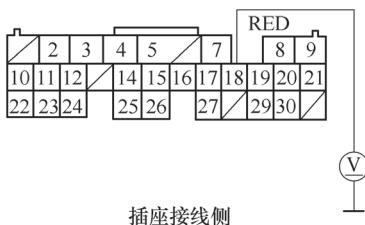
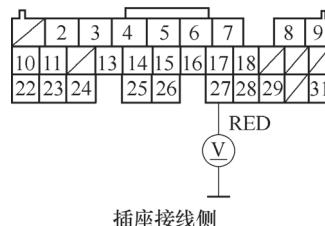

图 5-134 测量 PCM 插接器 E(31P) 的 18 号 (L4 发动机) 与车身搭铁之间的电压
图 5-135 测量 PCM 插接器 E(31P) 的 27 号 (V6 发动机) 与车身搭铁之间的电压
13) 如图 5-134 和图 5-135 所示，在 PCM 接头连接的情况下，测量 PCM 插接器 E ( 31P ) 的 18 号 ( L-4 发动机型 ) 或 27 号 ( V6 发动机型 ) 与车身搭铁之间的电压，检查是否为蓄电池电压。如果是，检查 PCM 插接器 E ( 31P ) 的导线是否松动或接触不良，如果插接完好，替换一个确认良好的 PCM，然后重新检查，如果症状 / 指示消失，则更换原来的 PCM，然后执行 PCM 怠速学习程序；如果不是，维修压缩机离合器继电器与 PCM 之间的导线开路故障。